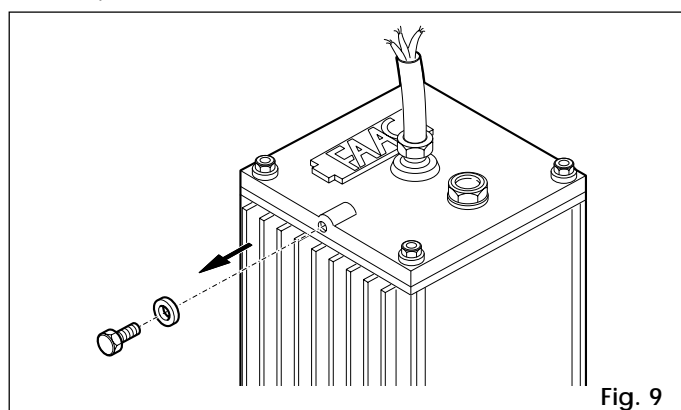

Fig. 9
- 3) **Déposer et conserver la vis de purge comme indiqué en fig.9.**